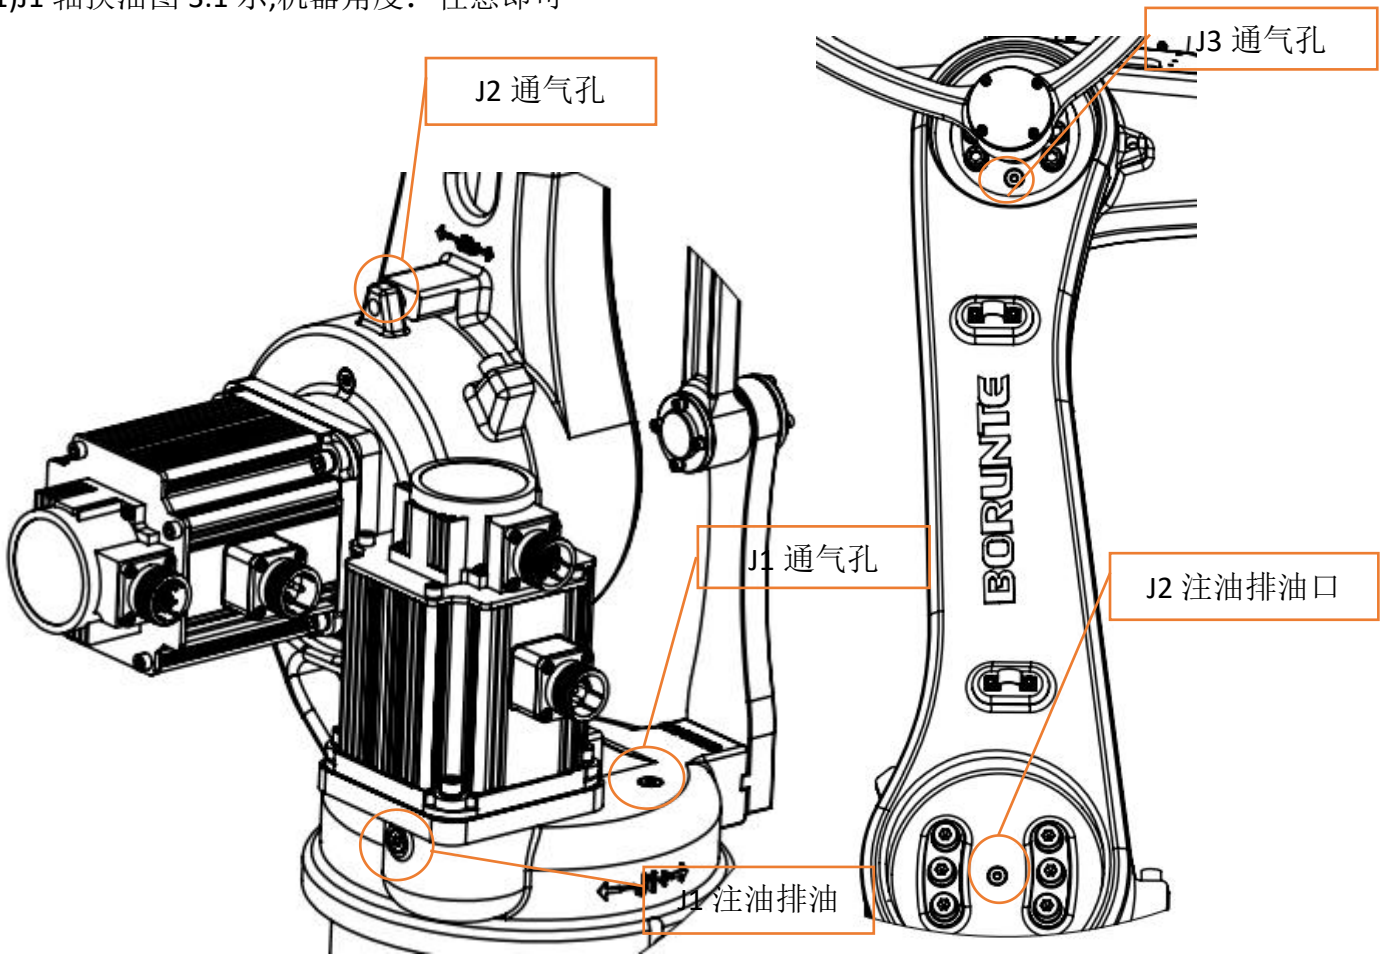

图 3.1
1)J1 轴换油图 3.1 示,机器角度: 任意即可
2)J2 轴换油图 3.1、3.2 示: